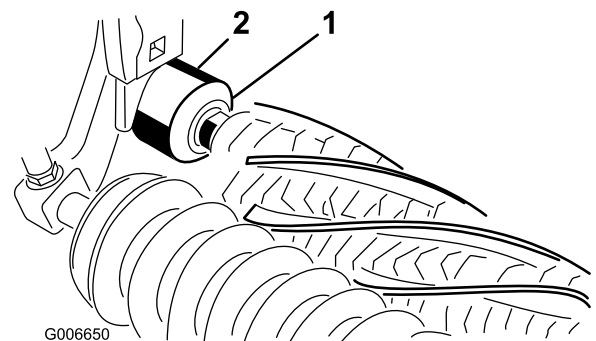

図 25
26. 各エクスクルーダシールのリップがそれぞれのベアリングハウジングに軽く接触するようにすること 図 25。